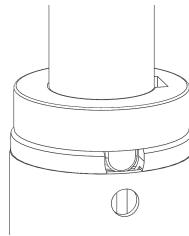

図 23 – 点滴ポールを固定する
- 点滴ポールを回転させて付属スリープに固定します（図23）。